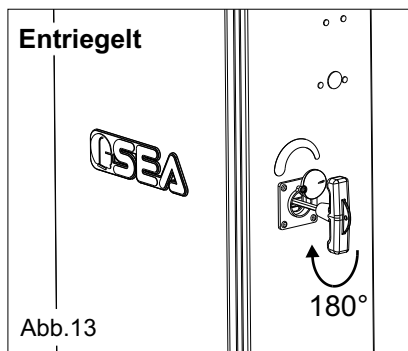

Abb. 13
- Den T-Schlüssel einführen und um 180° im Uhrzeigersinn drehen, bis die Schranke entriegelt ist (Abb. 13).